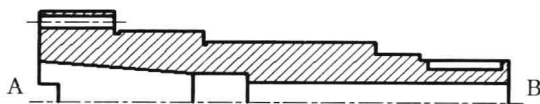

图 4-4-4
(1) 打开素材文件“4-4-3.dwg”, 单击“常用”选项卡, 在“修改”面板中单击“镜像”按钮, 或者选择菜单命令“修改/镜像”。
(2) 命令行提示“选择对象”, 选择要镜像的对象, 并按 Enter 键。
(3) 命令行提示“指定镜像线的第一点”, 捕捉并单击端点 A, A 点位置如图 4-4-4 所示, 确定该点为镜像线的第一点的位置, 或者输入坐标值, 按 Enter 键。